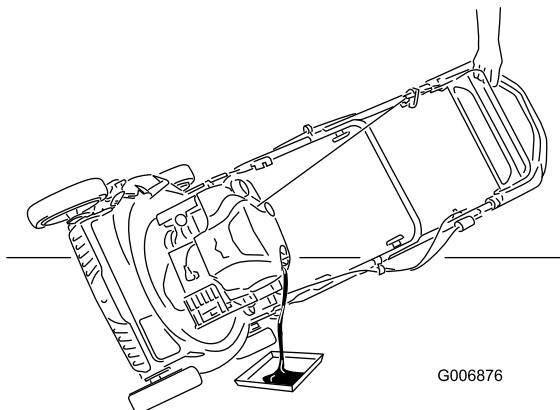

Figura 27
- Coloque el cortacésped de lado con el filtro de aire hacia arriba para drenar el aceite usado a través del tubo de llenado de aceite (Figura 27).